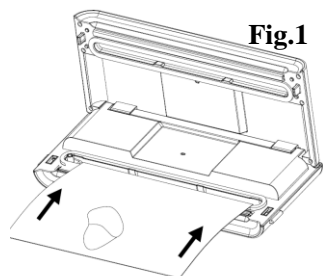

Fig.1
2. Bruk en saks, og klipp av en pose i ønsket lengde fra poserullen – *Fig. 1*.
3. Sett den åpne enden av posen inn i vakuumkanalområdet. Kontroller at luftinntaket ikke tildekkes av posen. – Fig. 1.
3. Åpne dekselet på apparatet. Koble den ene enden av slangen til luftinntaket i vakuumkanmeret, og fest den andre enden av slangen til hullet midt i dekselet til vakuumbeholderen. Sørg for at bryteren på vakuumbeholderdekselet er i stillingen "SEAL" – Fig. 1 og 2.